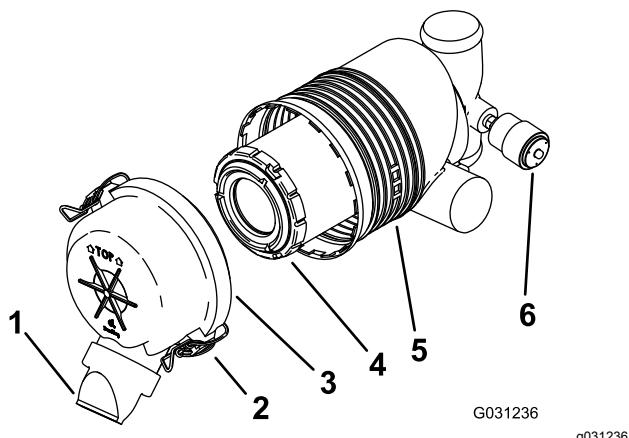

図 43
重要 エアクリーナのフィルタの交換は、インジケータが赤色になってから行ってください **図 43**。早めに整備を行っても意味がありません。むしろフィルタを外したときにエンジン内部に異物を入れてしまう危険が大きくなります。
5. エアクリーナのラッチを外し、ボディーからカバーを抜き出す **図 43**。
- インジケータが透明であれば、ダストキャップを下に向けてエアクリーナカバーを取り付けてラッチを掛ける **図 43**。
1. エアクリーナのボディーから、フィルタをしづかに引き出す (**図 43**)。
3. 注意深くフィルタを取り付ける **図 43**。
4. ダストキャップを下に向けてエアクリーナカバーを正しく取り付け、ラッチを掛ける **図 43**。